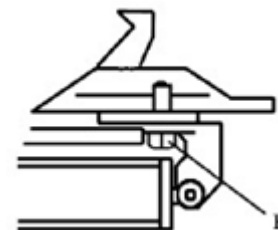

Рис. 10
Примечание: после первых двадцати дней использования установки необходимо подтянуть зажимные устройства, стяжные винты (B), расположенных на планшайбе (Рисунок 10).